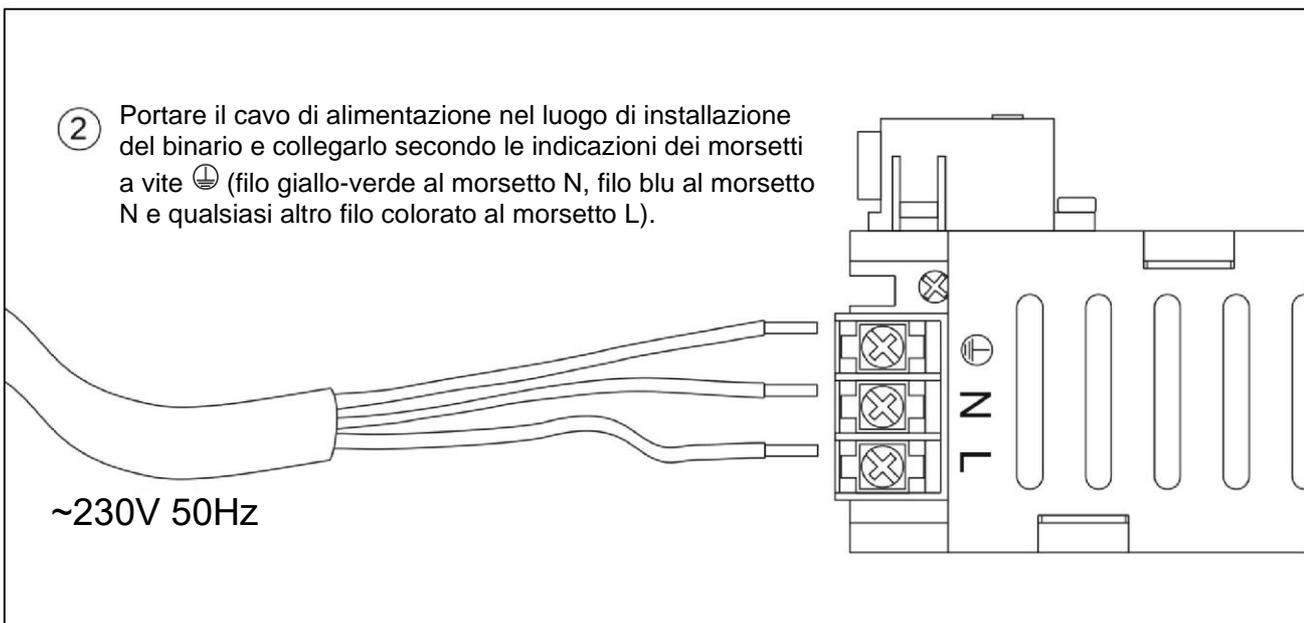

Fig. 2 Collegamento del cavo di alimentazione
- Portare il cavo di alimentazione nel luogo di installazione del binario, collegarlo ai terminali a vite appropriati dell'alimentatore (filo giallo-verde al terminale □, blu - al terminale N, qualsiasi altro colore - al terminale L). Fig. 2